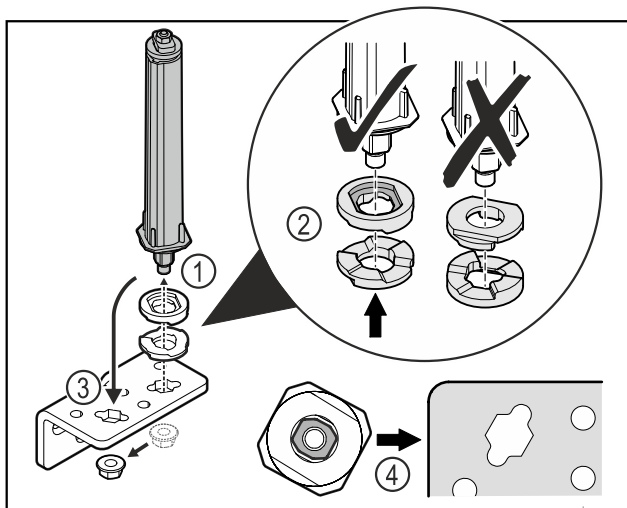

Fig. 47
- ▶ Desfaceți piulița și îndepărtați sistemul de închidere a ușii Fig. 47 (1).
- ▶ Aveți în vedere alinierea corectă a șaibelor de reglaj pe înălțime Fig. 47 (2).
- ▶ Mutați sistemul de închidere a ușii în colțarul balamalei și fixați cu piulița Fig. 47 (3).
- ▶ La utilizare aveți în vedere alinierea corectă a sistemului de închidere a ușii Fig. 47 (4).